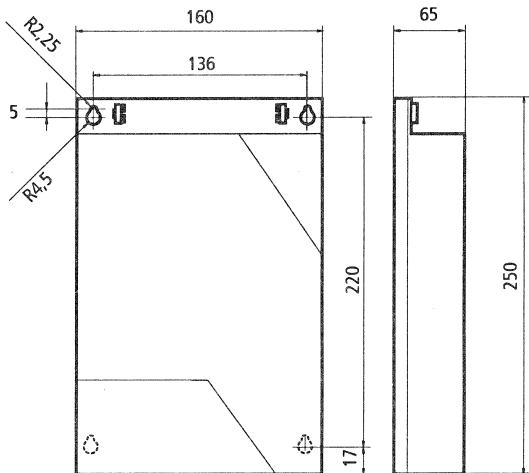

fig.1
F Boîtier du détecteur Flair (Fig.1)
E Flair detector box (Fig.1)
SP Caja del indicador de fallas Flair (Fig.1)
- Pousser les pattes vers l'extérieur (A) tout en séparant le socle du capot (B).
- Fixer le socle à l'aide de vis - position des trous de fixation définie en fig.1 p.3
Fix the base with the screws - the position of the mounting holes is given in fig.1 p.3